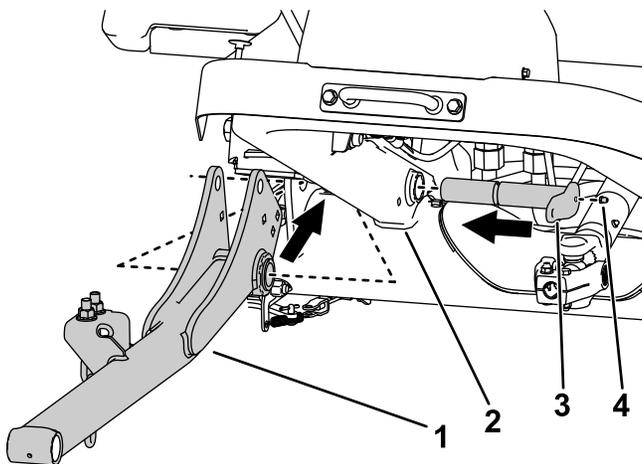

図 6
- 大きいピン2本を使用して昇降アームをマシンのフレームに取り付ける **図 6**。
- 大きいピンにグリスフィッティングを取り付ける **図 6**。